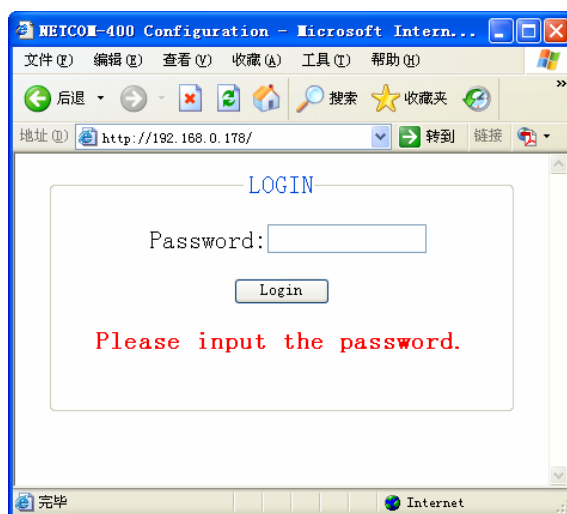
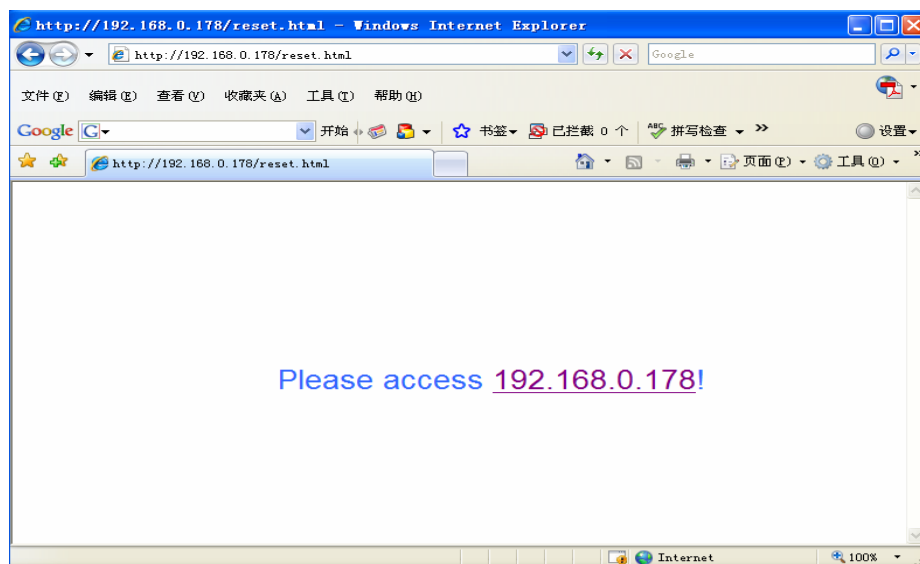

图 7.2 Web 配置登录界面
图 7.7 重启设备
打开 IE 浏览器，在地址栏输入 ZNE-100TL 模块 IP 地址①，出现如图 7.2 所示的登录界面。
点击 **reset device** 重新重启设备，并出现如图 7.7 所示的页面。点击网页中带下划线的 IP 地址即可打开如图 7.2 所示的登录界面。